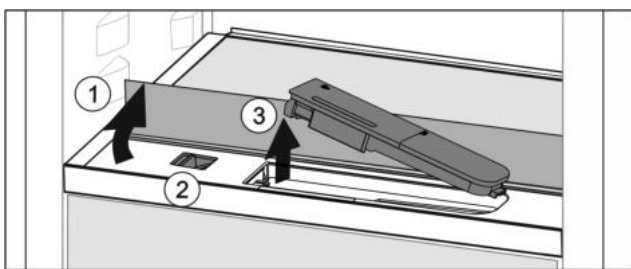

Fig. 43
- ▶ Повдигнете стъклената плоча и я завъртете до ограничителя назад Fig. 43 (1).
- ▶ Преместете плъзгача Fig. 43 (2) наляво.
- ▶ Извадете резервоара за вода Fig. 43 (3).